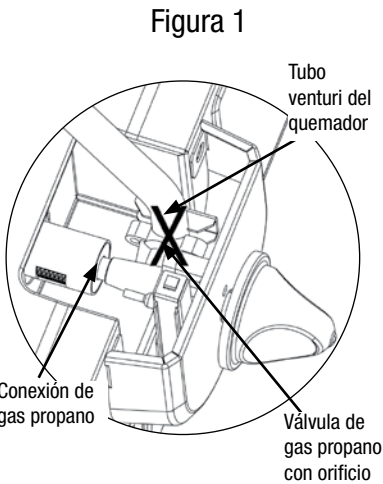

Figura 2
- La perilla de control siempre debe estar en posición “OFF” (apagado), vea Figura 2.
3. Todas las perillas tienen que estar en la posición “🔼 APAGADO”. Vea la Figura 2.